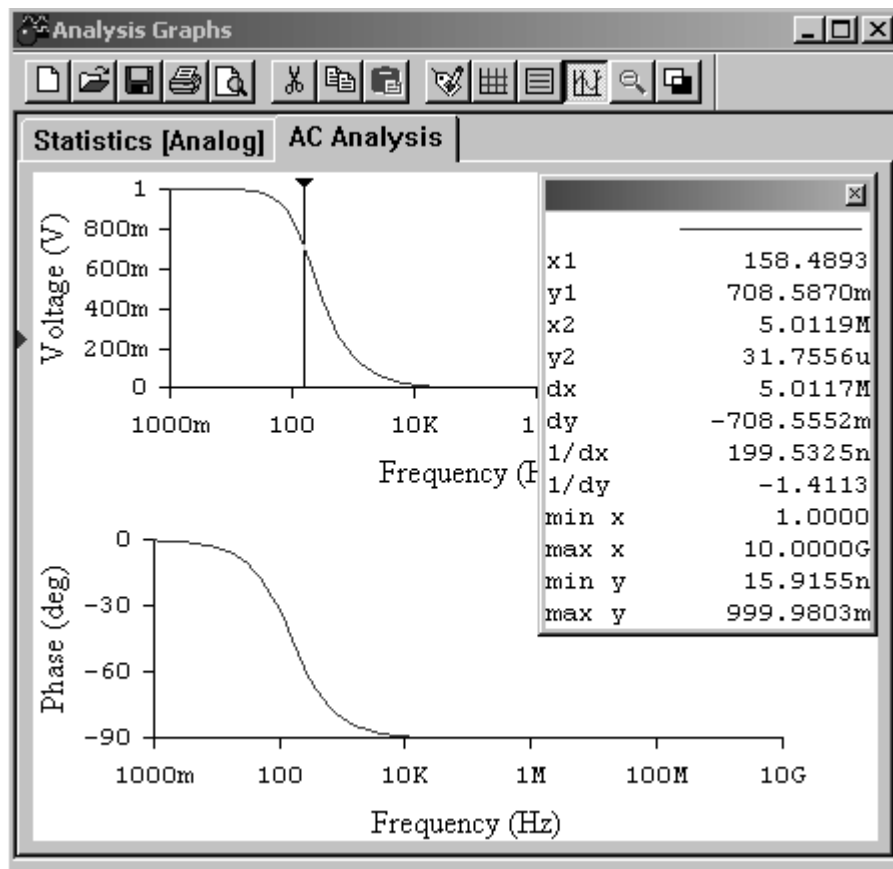

Рис. 38. Визначення граничної частоти смуги пропускання
2.2.1. За отриманою амплітудно-частотною характеристикою визначте граничну частоту смуги пропускання кола, для чого у вікні **Analysis Graphs** натисніть кнопку **Toggle Cursors** (рис.38).